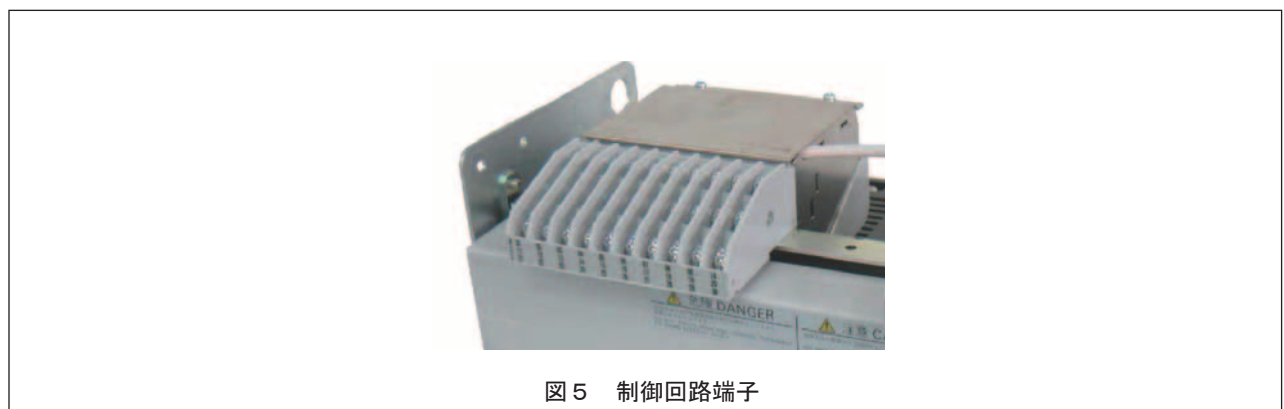

図5 制御回路端子
⑫ フロントカバー	遮断器本体前面を覆うプラスチックカバーです。
⑬ 定格銘板	形式，適用規格，定格遮断容量等を記載しています。
⑭ 仕様銘板	極数，操作方式，付属品，製造番号等を記載しています。
⑮ 制御回路端子	外部制御電線を接続する端子です。端子形状はM4ねじ端子です。図5に制御回路端子を示します。